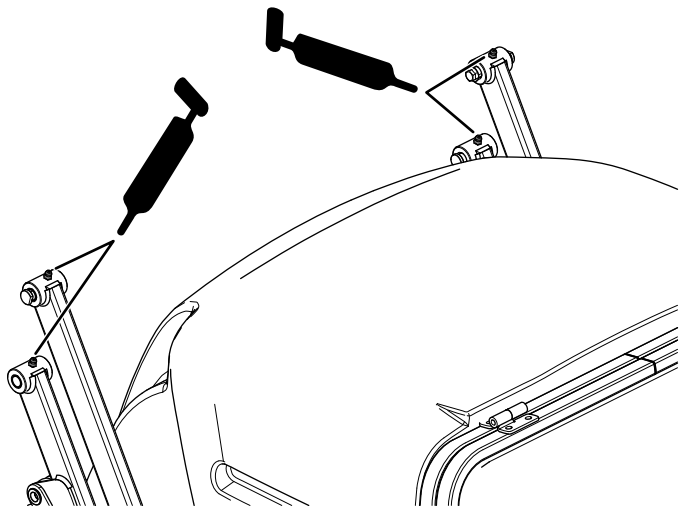

Figura 47
- Brazos de la tolva – parte superior (Figura 47)